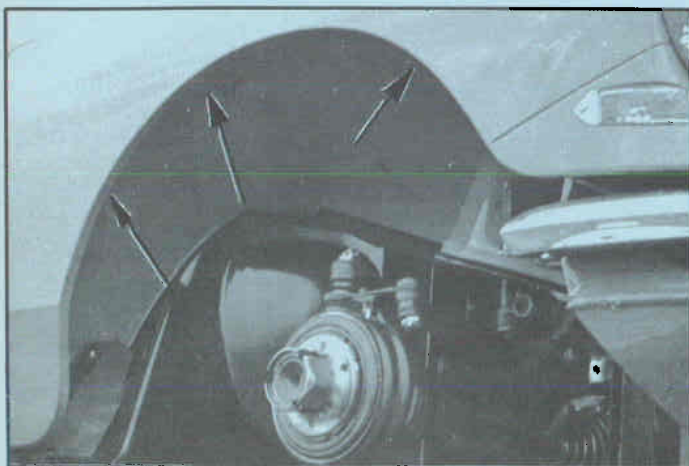

Fig. 26
3. De voorspatschermen (afb. 26)